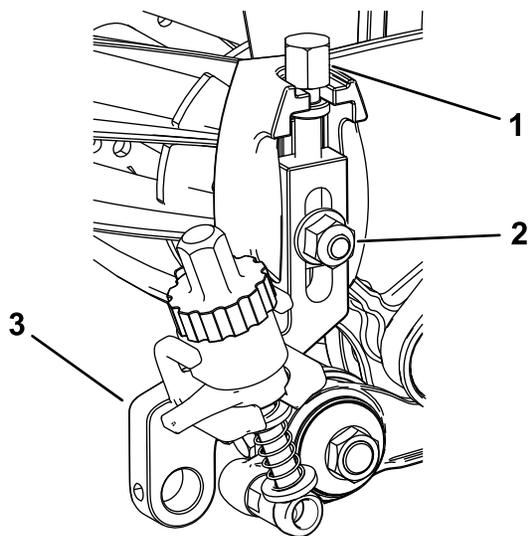

Figura 21
- Avvitare le viti di regolazione dell'altezza di taglio rimosse in precedenza nella parte superiore dei gruppi dell'altezza di taglio (Figura 21).
2. Montate i gruppi dell'altezza di taglio sulle piastre laterali dell'apparato di taglio con il bullone per aratro, il dado e la rondella speciale precedentemente rimossi (Figura 21).